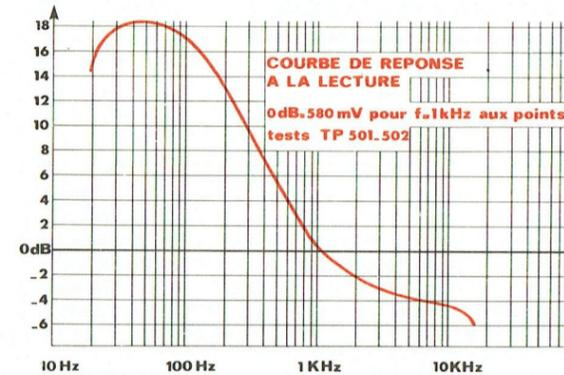

Fig. 35
10. CONTROLE DE LA COURBE DE REPONSE EN LECTURE (Fig. 35)